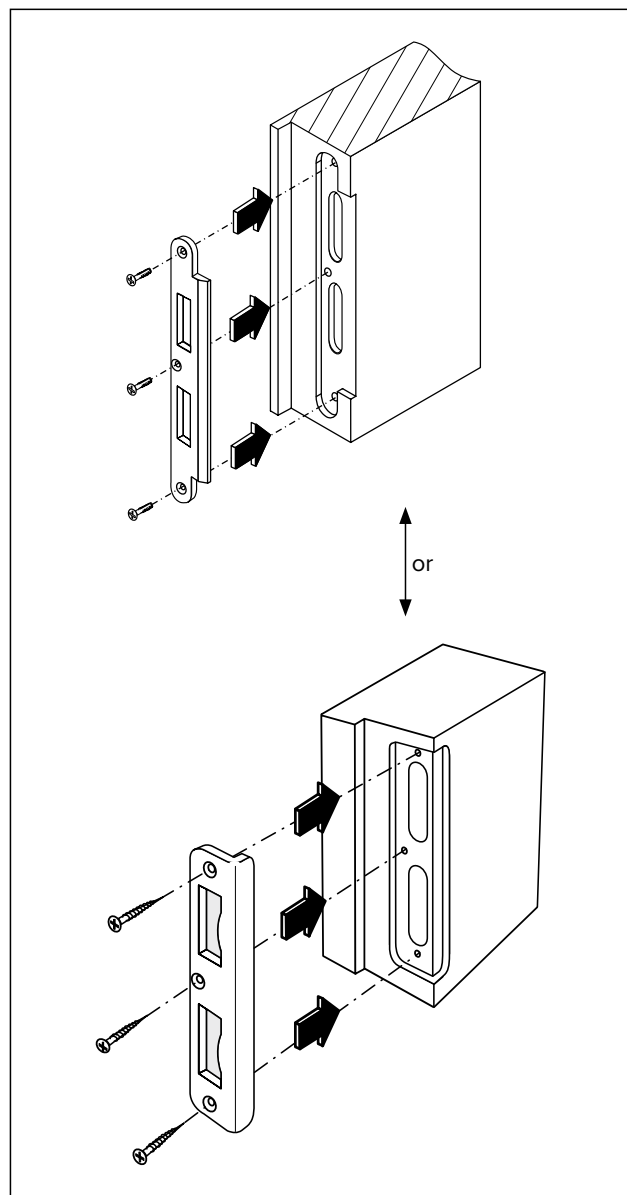

Рис. 27 Установите ответную планку
7. Установите ответную планку (рис. 27).